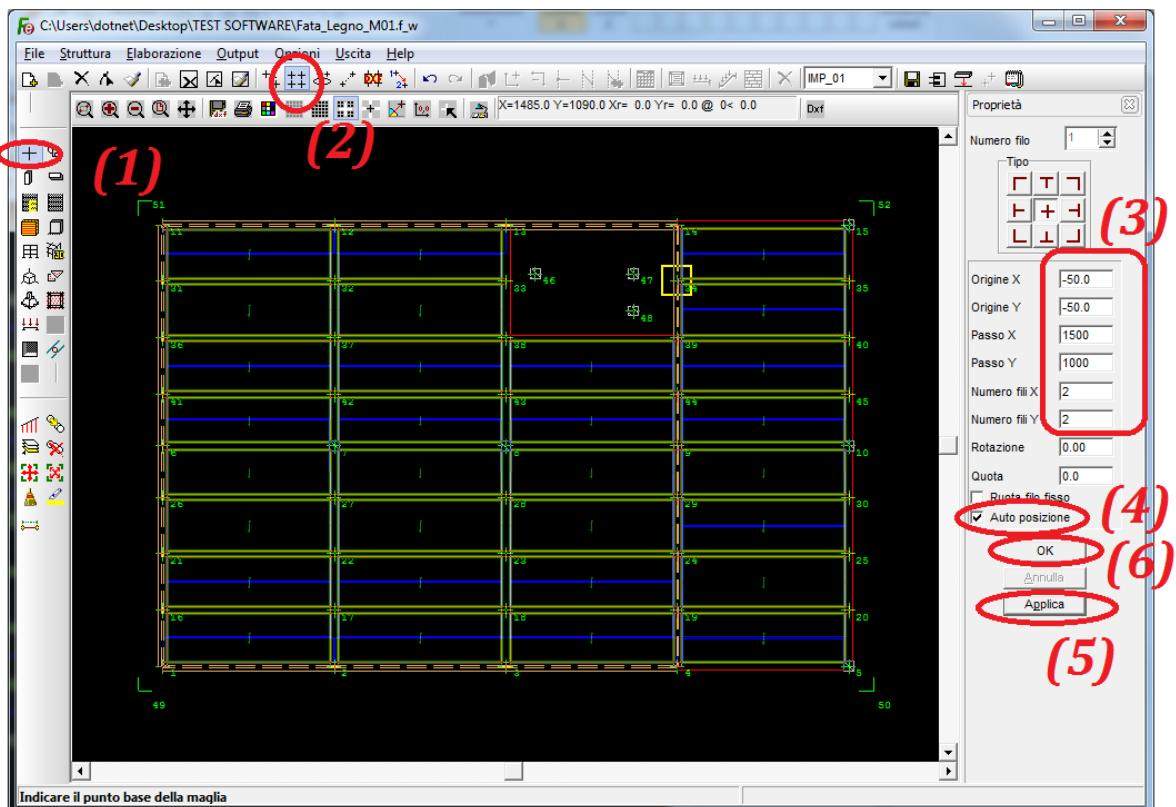

Figura 33
Accedere all’ambiente, ormai noto, “*Modellazione 3D*”, e, con riferimento alla figura 33, deselezionare la vista degli elementi bidimensionali (1) filtrare solo il “*Piano I*” tramite li apposito selettori (2).